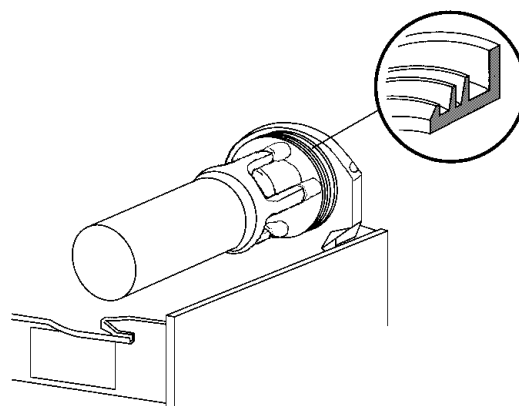

figure 13
- 4 Remonter le joint d'étanchéité du réservoir dans son siège. Remarque: Le bord ayant le diamètre le plus large doit être appuyé contre la paroi postérieure (voir figure 13).